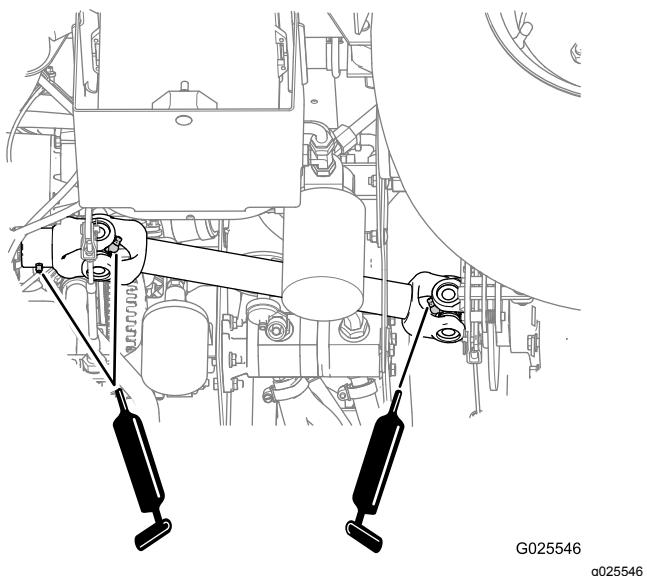

Figura 39
- Articulaciones de cardán del árbol de transmisión (2); consulte la Figura 39
- Horquilla deslizante (1); consulte la Figura 39